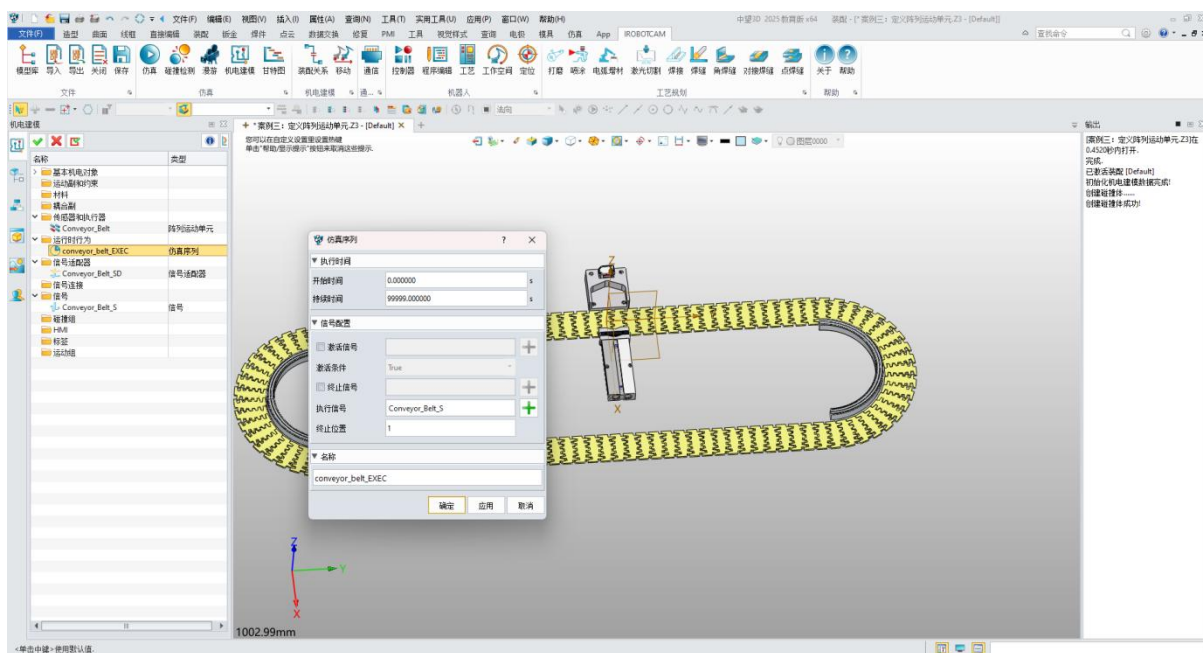

图 7-16: 阵列运动单元仿真序列
- 在“运行时行为”面板上右键，然后选择“添加仿真序列”以打开“仿真序列”窗口。（图 7-16）